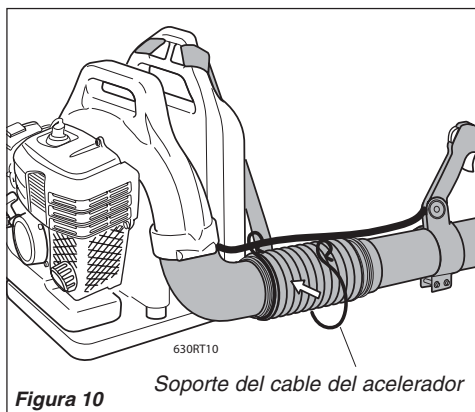

Figura 10
11. Instale el soporte del cable del acelerador apenas delante de la abrazadera de 100 mm. Consulte la figura 10.